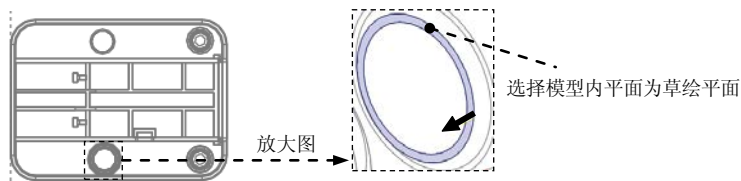

图 20.16 定义草绘平面
(1) 单击 **分型面** 操控板 **曲面设计** 区域中的“填充”按钮, 此时系统弹出“填充”操控板。
(2) 定义草绘截面放置属性。右击, 从弹出的菜单中选择 **定义内部草绘...** 命令; 选择图 20.16 所示的模型表面为草绘平面, 接受图 20.16 中默认的箭头方向为草绘视图方向, 然后选取图 20.16 所示的 MOLD_FRONT 基准平面为参考平面, 方向为 **右**, 单击 **草绘** 按钮, 进入草绘环境。